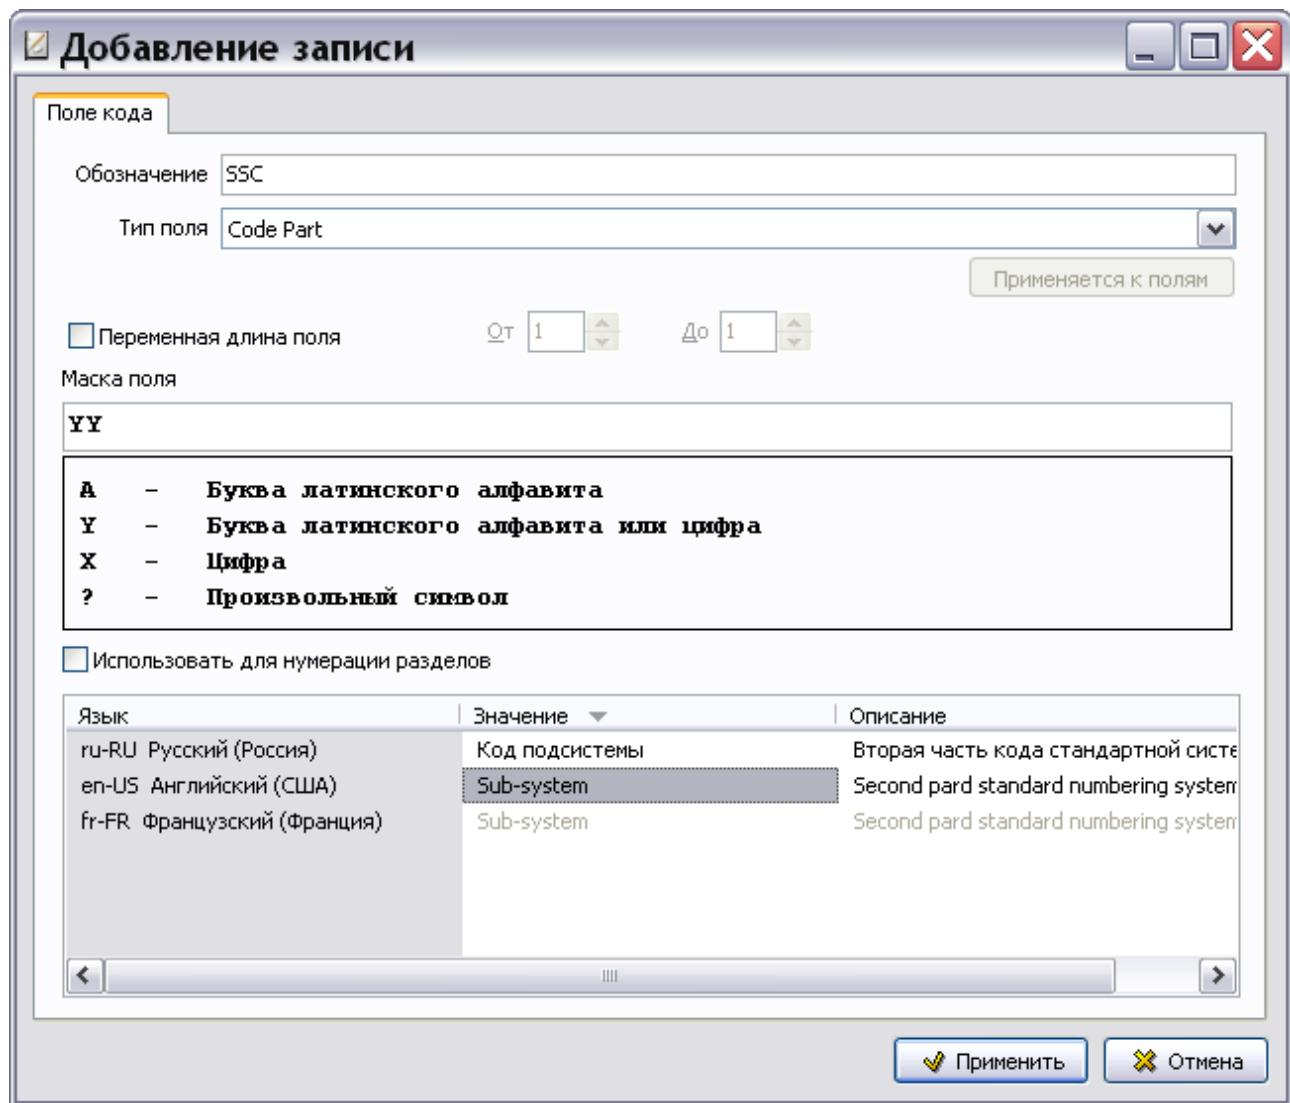

Рис. 2.25
4. В диалоговом окне **Добавление записи** для поля кода введите параметры поля кода (Рис. 2.25):